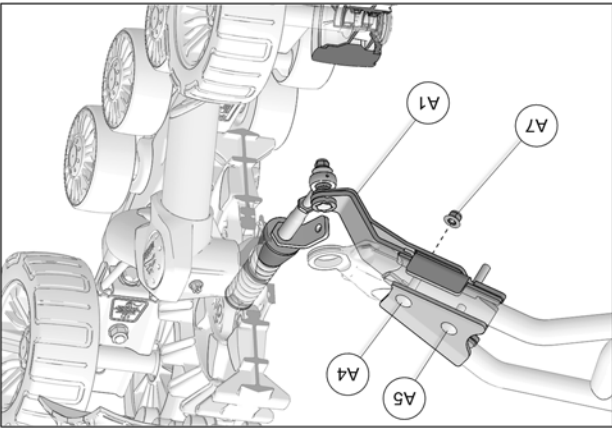

Fig. 21
12. Installer la partie inférieure de l'ancrage anti-rotation (A1) sous le bras de suspension, en position pour insérer les boulons de carrosserie (A4-A5) dans les trous de la partie inférieure. Visser l'écrou (A7) sur le boulon de carrosserie M10x65mm (A4). Serrer l'ensemble à un couple de 50 N•m [37 lb•pi]. Voir la Fig. 21